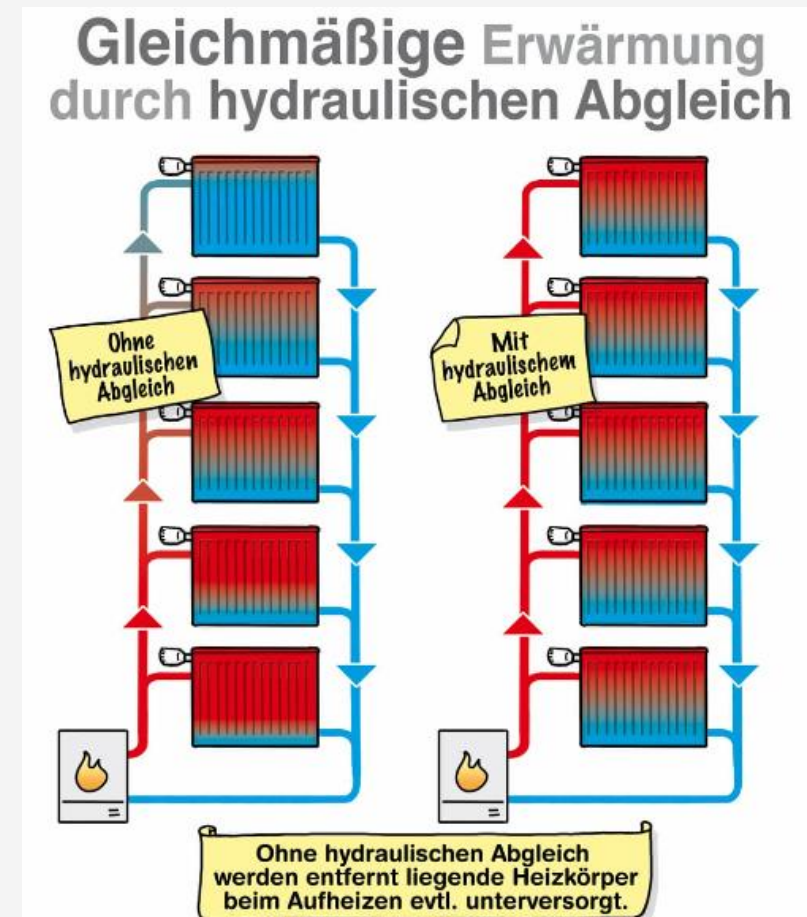

Abb. 6
- Abb. 6: Quelle: heizsparer.de